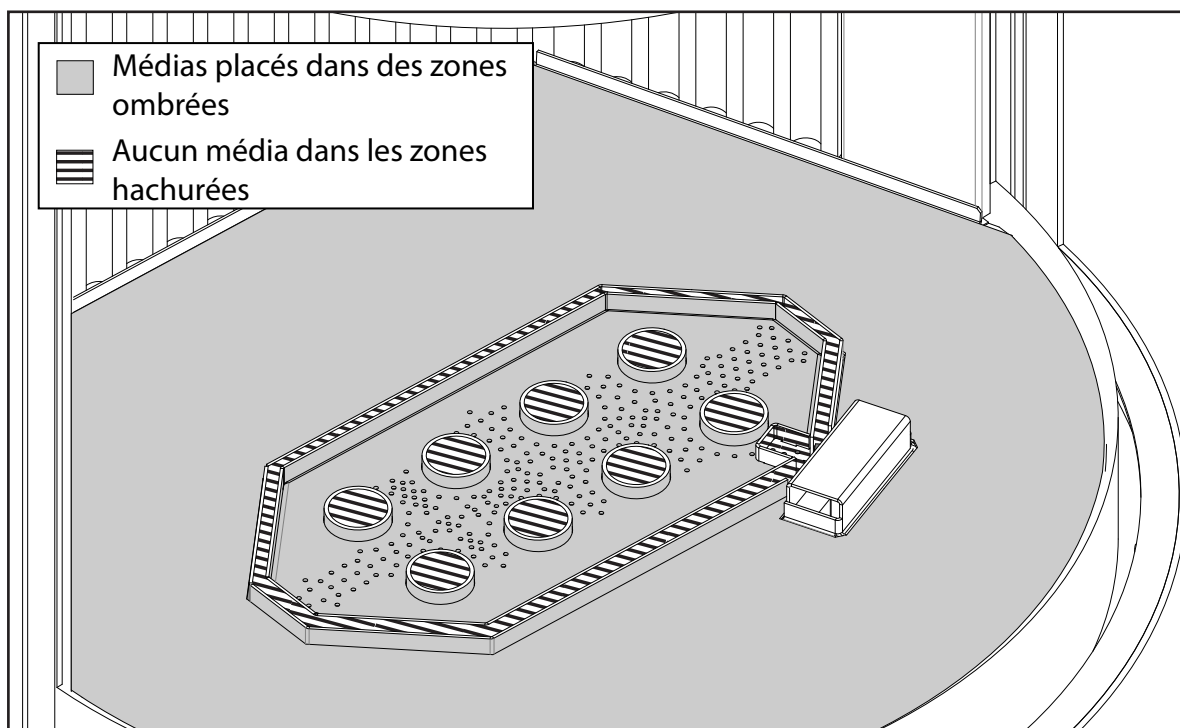

Figure 107: Zone d'installation des médias
***Remarque:** Assurez-vous que les zones mises en évidence dans la Figure 107 ne sont pas couvertes par les médias. Ces zones doivent être dégagées pour permettre une bonne circulation de l'air. Si vous ne le faites pas, le foyer ne brûlera pas correctement.